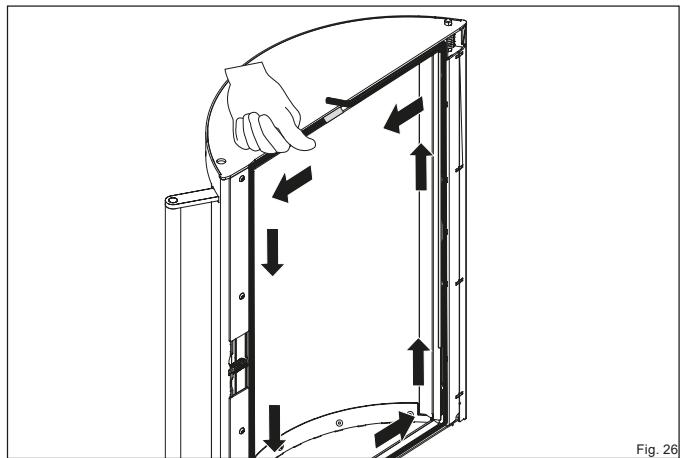
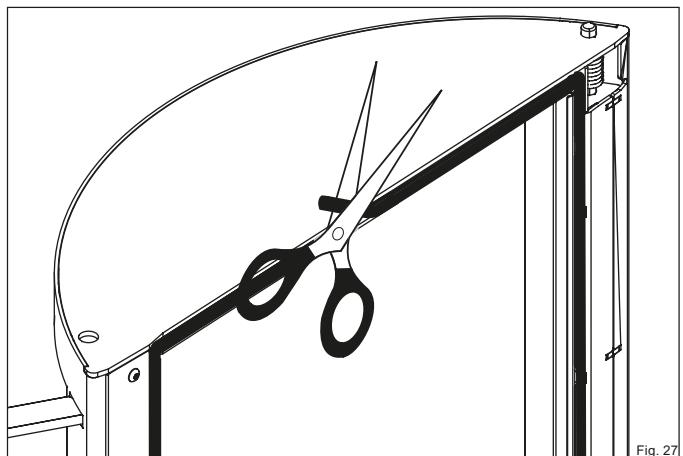

Fig. 26
Fig. 27
- Commencez à poser le joint au milieu du guide, dans la zone supérieure de la porte du foyer. Appuyez uniformément sur le joint dans le guide (Fig. 26). Laissez dépasser l'extrémité un peu et coupez le joint à ras (Fig. 27).